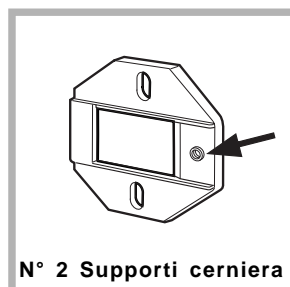

Fig. 1
- Montare i supporti cerniera alla facciata posizionando il foro indicato da una freccia nella fig. 1 verso l'interno della facciata, utilizzando le viti tipo **C**.